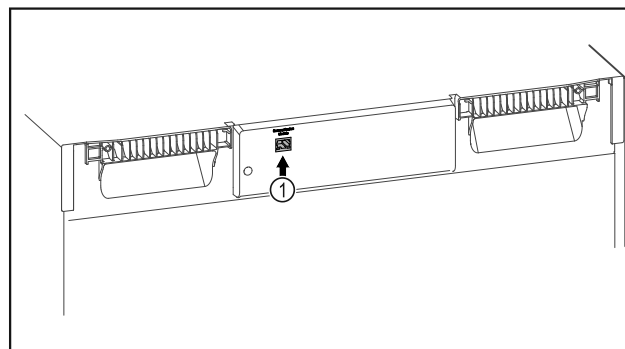

Fig. 150
- Założono SmartModule Fig. 150 (1).